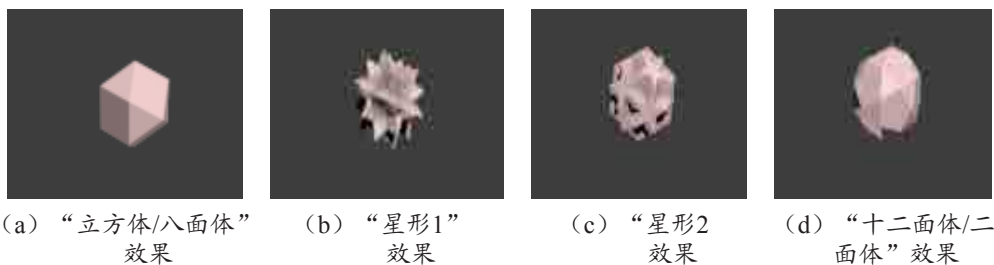

图3-42
■ **系列**: 该选项组用于选择异面体的各种造型, 包括 **四面体**、**立方体/八面体**、**十二面体/二十面体**、**星形 1**和**星形 2**5个选项, **四面体**为系统默认选项, 当选择其他的选项时, 创建的异面体效果如图3-42所示。